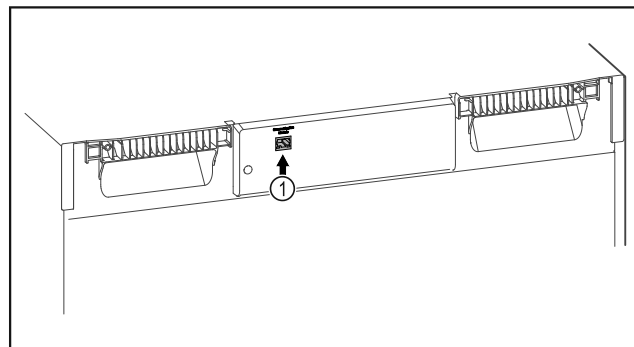

Fig. 118
- SmartModule Fig. 118 (1) установлен.